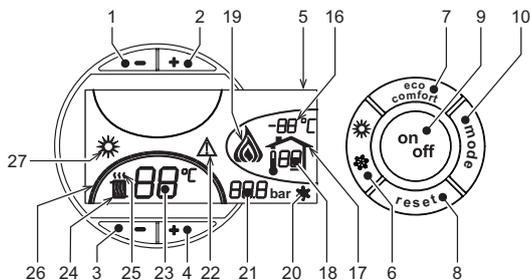
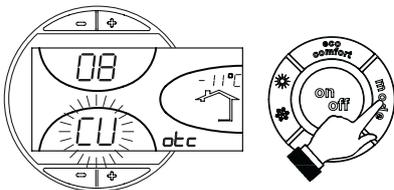
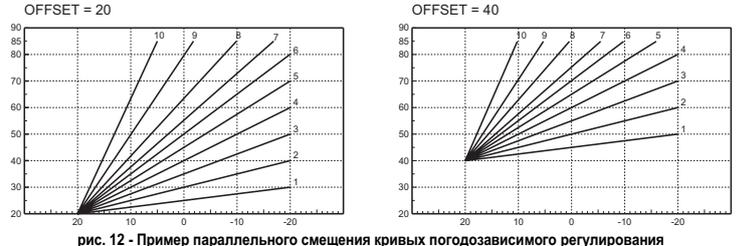

рис. 1 - Панель управления
рис. 9 - Кривая погодозависимого регулирования
рис. 12 - Пример параллельного смещения кривых погодозависимого регулирования
Нажмите клавишу on/off (поз. 9 - рис. 1) в течение 1 секунды.
Для повторного включения котла снова нажмите клавишу on/off (поз. 9 рис. 1) в течение 1 секунды.
- Нажмите кнопку ВКЛ/ВЫКП (9 - рис. 1)
Нажмите клавишу Лето/Зима (поз. 6 - рис. 1) на 1 секунду.
На дисплее высвечивается символ "Лето" (поз. 27 - рис. 1). При этом котел будет вырабатывать только воду для ГВС. Остается активная система защиты от замерзания.
Для выключения режима "Лето" вновь нажмите клавишу Лето/Зима (Поз. 6 - рис. 1) на 1 секунду.
Температура в системе отопления регулируется в пределах от 30 °C до 80 °C с помощью клавиш (поз. 3 и 4 - рис. 1); однако, не рекомендуется эксплуатировать котел при температуре ниже 45 °C.
Температура (поз. 3 и 4 - рис. 1) в системе ГВС регулируется в пределах от 10°C до 65°C с помощью клавиш (поз. 1 и 2 - рис. 1).
При наличии датчика температуры наружного воздуха (опция) на дисплее панели управления (поз. 5 - рис. 1) отображается измеряемая этим датчиком температура. При этом система управления котлом работает в режиме "Плавающая температура". В этом режиме температура воды, подаваемой в систему отопления, регулируется в зависимости от климатических условий внешней среды с тем, чтобы обеспечить максимальный комфорт и экономию энергетических ресурсов в течение всего года. Так, при повышении внешней температуры понижается температура подачи воды в систему отопления, что производится по определенной "кривой погодозависимого регулирования".
С переключением на режим "Плавающей температуры" показатель температуры, устанавливаемый клавишами (дет. 3 и 4 - рис. 1) соответствует максимальной температуре подачи воды в систему отопления. Рекомендуется задавать максимальное значение температуры с тем, чтобы позволить системе регулировать ее по всему рабочему диапазону.
При однократном нажатии клавиши Режим (поз. 10 - рис. 1) на дисплее высвечивается текущая кривая погодозависимого регулирования (рис. 9), которую можно изменить с помощью клавиш задания температуры воды ГВС (поз. 1 и 2 - рис. 1).
При нажатии клавиш регулировки температуры отопления (поз. 3 и 4 - рис. 1) получается доступ к функции параллельного изменения кривых (рис. 12), выполняемого с помощью клавиш регулировки температуры в контуре ГВС (поз. 1 и 2 - рис. 1).
При повторном нажатии клавиши Режим (поз. 10 - рис. 1) осуществляется выход из режима регулировки параллельных кривых.
Если к котлу подключено устройство дистанционного управления с таймером (опция), вышеописанные регулировки производятся в соответствии с указаниями, приведенными в таблице 1. При этом на дисплее пульта управления (поз. 5 - рис. 1) высвечивается температура в помещении, измеряемая устройством дистанционного управления.
Переключение режимов "Лето"/"Зима"	Режим "Лето" обладает приоритетом над командой на включение отопления, которая может поступить от пульта ДУ с таймером. При выключении режима ГВС с пульта ДУ котел переходит в режим "Eco-potopu". В этих условиях клавиша 7 рис. 1 - на панели котла отключена.
Выбор режимов ECO/COMFORT	При включении режима ГВС с устройства ДУ с таймером котел устанавливается в режим Comfort. В этих условиях с помощью клавиши 7 рис. 1 - на панели управления котла можно выбрать любой из этих двух режимов.